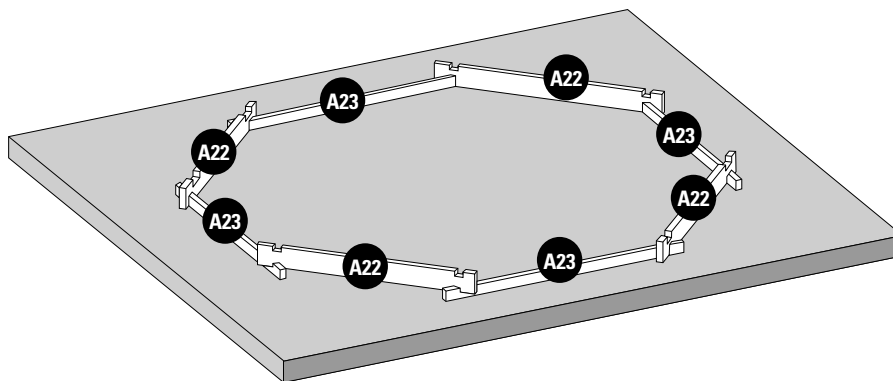

Fig. 1 / Abb. 1 / Afb. 1
**INSTALLATION OF THE FIRST LAYER OF BOARDS:** • Build the first crossing one (A23) board with an (A22) board as shown by figure 1. • Adjust the shape of the pool using the inside dimensions indicated in the installation diagram (See page 42-45). • The drawing shows the inside dimensions of the pool for the different opposing diagonals.
**POSITIONNEMENT DE LA 1ÈRE RANGÉE DE MADRIERS :** • Constituez la première rangée, en croisant un madrier (A23) et un madrier (A22) comme indiqué sur la figure 1. • Ajustez la forme de la piscine en vous aidant des dimensions intérieures indiquées sur le plan d'implantation (Voir page 42-45). • Le plan donne les dimensions intérieures du bassin pour les différentes diagonales opposées.
**POSITIONIERUNG DER ERSTEN REIHE VON BRETTERN:** • Errichten Sie erste Reihe, indem Sie ein (A23) und (A22) Brett kreuzen Brett kreuzen wie Abb. 1 zeigt. • Passen Sie die Form des Pools an, indem Sie die angezeigten Innenmaße verwenden, die in der Einbauzeichnung (Siehe Seite 42-45) aufgeführt sind. • Die Zeichnung zeigt die Innenmaße des Pools für die verschiedenen gegenüberliegenden Diagonalen .
**PLAATSING VAN DE EERSTE RIJ PLANKEN:** • Construeer de eerste rij door en plank (A23) te kruisen met een plank (A22) zoals te zien is op afbeelding 1. • Plan de vorm van het zwembad aan waarbij u gebruik maakt van de interne afmetingen die zijn aangegeven op het montageplan (Zie pagina 42-45). • Het plan geeft interne afmetingen van het zwembad aan voor de verschillende tegenover elkaar liggende diagonale lijnen.